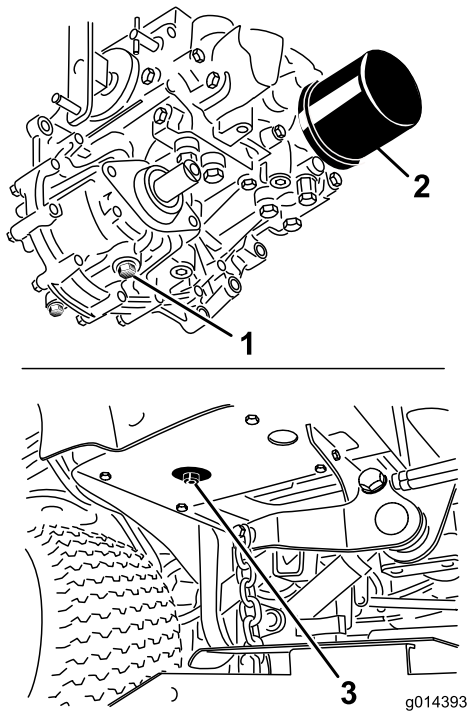

Figure 42
3. Placez un grand bac de vidange sous le réservoir hydraulique et le carter de transmission, et enlevez les bouchons pour vidanger tout le liquide hydraulique (Figure 42).
4. Nettoyez la surface autour du filtre à huile hydraulique et enlevez le filtre (Figure 42).